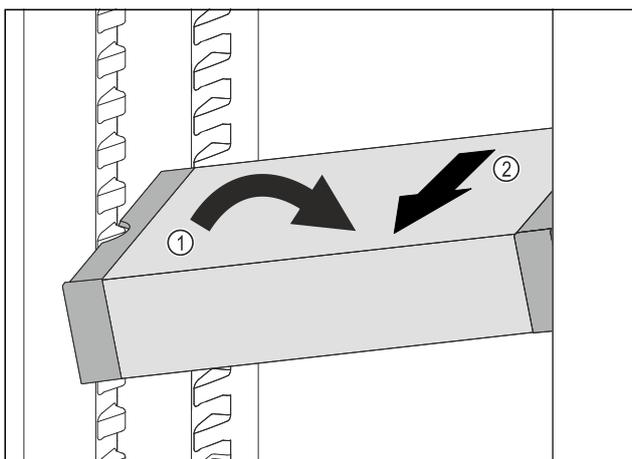

Fig. 143
- Impostare il vano frigorifero di VarioSafe ad angolo. Fig. 143 (1)
- Rimuovere VarioSafe tirando in avanti. Fig. 143 (2)